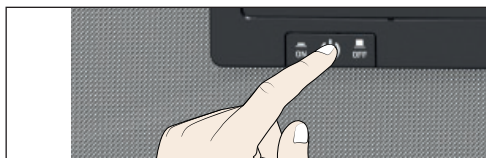

Bild 23 Enhet stängs av
3. Stäng av enhet med huvudbrytaren (Bild 23).